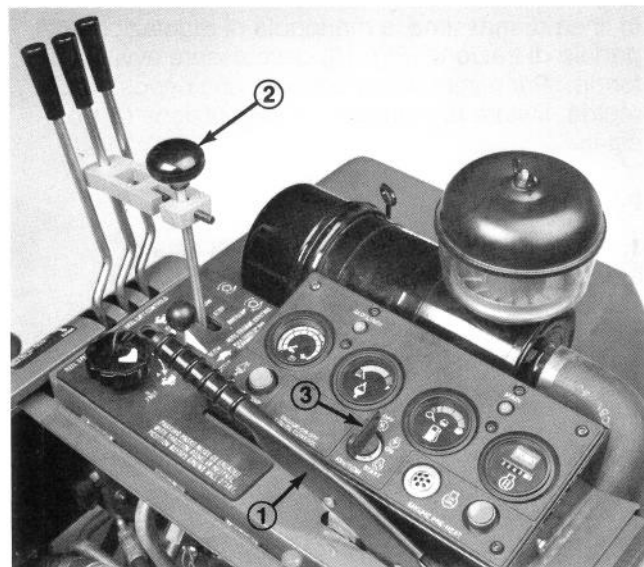

Fig. 15
2. Sedersi sul sedile ed innestare il freno di stazionamento (Fig. 15). Girare la chiave e cercare di avviare il motore con la leva di falciatura/ lappatura (Fig. 15), in entrambe le posizioni di falciatura (MOW) e di lappatura (BACKLAP). Se il motore gira, c'è un guasto, che deve essere riparato immediatamente; se il motore non gira, il microinterruttore di comando dell'unità falciante funziona correttamente.
3. Sedersi sul sedile e disinnestare il freno di stazionamento (Fig. 15). Girare la chiave e cercare di avviare il motore con la leva di falciatura/lappatura (Fig. 15) in posizione STOP. Se il motore gira, c'è un guasto, che deve essere riparato immediatamente; se il motore non gira, il microinterruttore del freno funziona correttamente.
4. Innestare il freno di stazionamento (Fig. 15), avviare il motore ed abbassare le unità falcianti. Spostare la leva di falciatura/lappatura (Fig. 15) in posizione di falciatura (MOW) ed alzarsi dal sedile: il motore deve fermarsi entro pochi secondi, il che significa che i microinterruttori funzionano. Alzarsi anche con la leva in posizione di lappatura (BACKLAP): il motore si ferma, indicando che i microinterruttori di sicurezza funzionano. Se il motore non si fermasse, c'è un guasto, che deve essere riparato immediatamente.